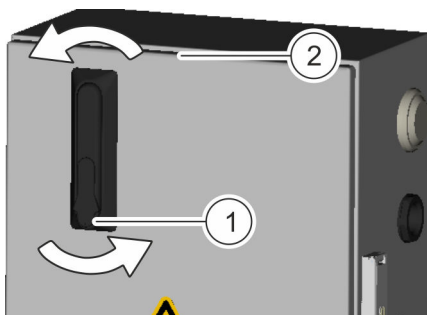

Abb. 18: Gehäusetür öffnen
2. ➔ Gehäusetür öffnen. Dazu den Schwenkhebel erst ausklappen (Abb. 18/1) und anschließend gegen den Uhrzeigersinn drehen (Abb. 18/2).